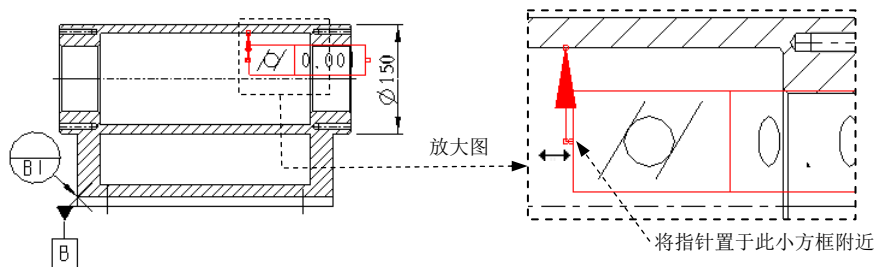

图 5.9.52 移动几何公差符号
(4) 在 公差值 选项卡中，接受系统默认的公差值 0.001。
(5) 单击“几何公差”对话框中的 确定 按钮。
Step2. 将几何公差符号移动到合适的位置。选取 Step1 中所创建的几何公差符号，将鼠标指针移至图 5.9.52 所示的小方框附近，待其以双箭头的形式显示时，按住鼠标的左键，将其向左拖动到图 5.9.53 所示的位置。